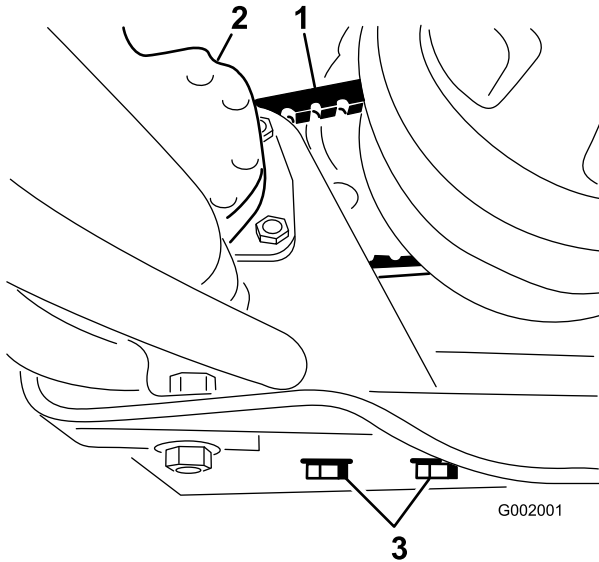

Bild 62
2. Lösen Sie die Befestigungsschrauben der Lenkpumpe (Bild 62).